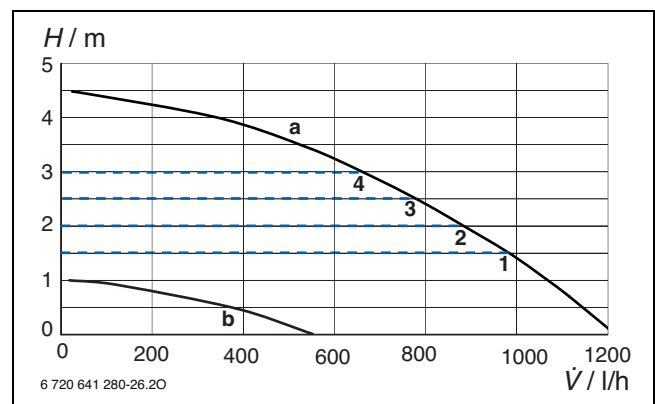
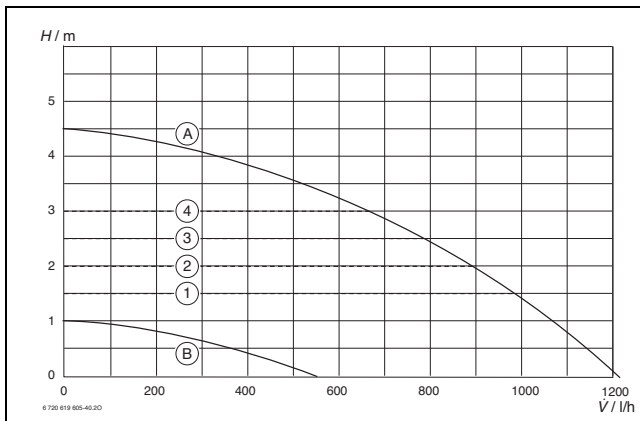

Bild 68 Restförderhöhe der Heizungspumpe Logamax plus GB172-14/20/24 K
Bild 70 Restförderhöhe der Heizungspumpe
In den Gas-Brennwertgeräten Logamax plus GB172/GB172T ist eine ausreichend dimensionierte Heizungspumpe integriert. Die verfügbare Restförderhöhe für alle Kesselgrößen zeigen Bild 68 bis Bild 70. Das im Heizkessel integrierte 3-Wege-Umschaltventil wurde berücksichtigt. Die Grundeinstellung der Pumpe beträgt Konstantdruck 200 mbar.
**Legende zu Bild 70:**